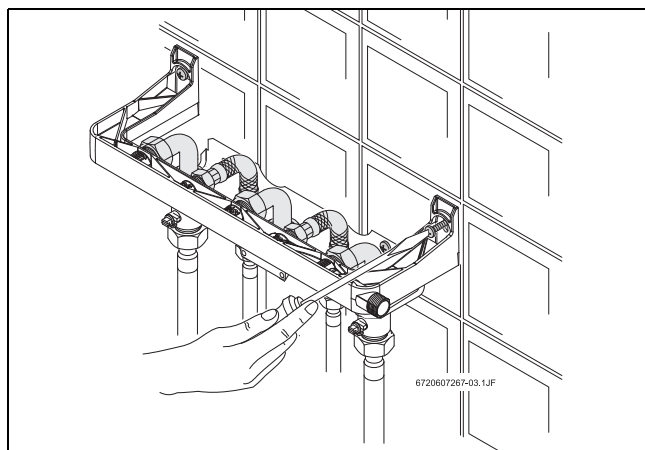

Рис. 20 Фиксация установочного комплекта
- ▶ Прикрутить шаблон к стене (рис. 20).